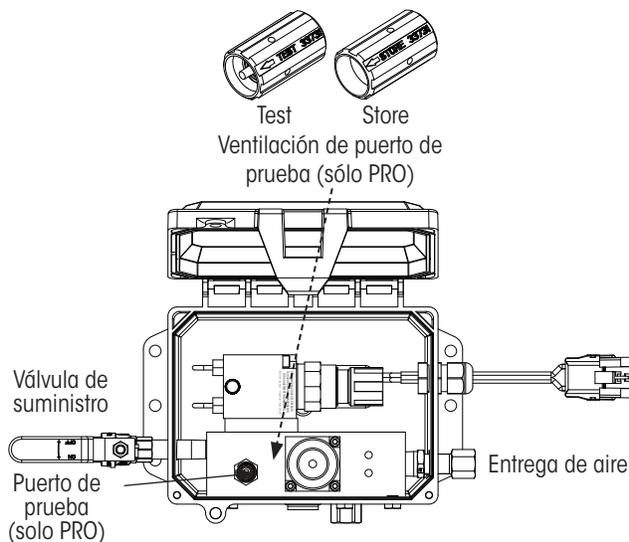

Figura 49: Controlador TIREMAAX PRO con puerto de prueba de ventilación
- A. El controlador PRO actual incluye una **herramienta de ventilación de puerto de prueba** que se enrosca en el puerto de prueba (Figura 49) en la posición STORE. Para realizar una prueba de la lámpara:
- B. Si está incluido: **Abra la válvula de desfogue** del controlador (Figura 49) to generate air flow across internal flow switch.